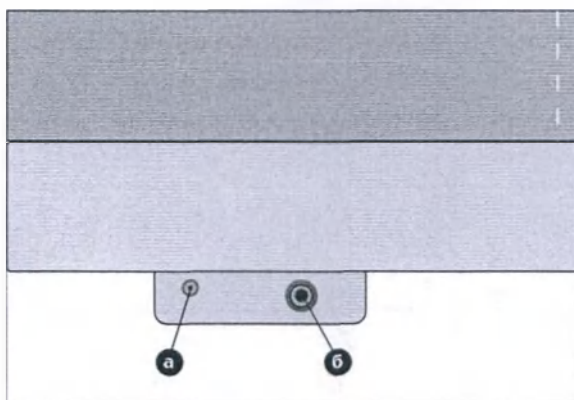

Рис. 3-3 Подсоединение манжеты для измерения артериального давления
- Подключите микрофон к гнезду **а** (рис. 3-3).